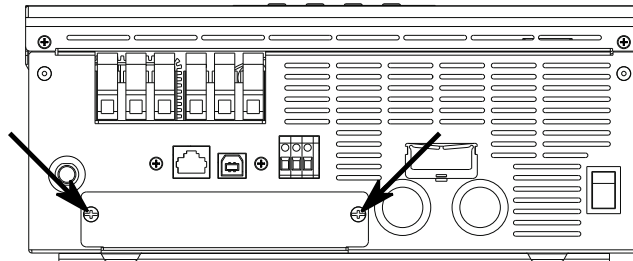

Abbildung 9: Lösen der parallelen Schrauben der Platine
1. Bevor der Bausatz montiert werden kann, müssen die beiden in *Abb. 9* gezeigten Schrauben gelöst werden. Achten Sie darauf, die Schrauben festzuhalten.
- Schieben Sie die parallele Platine wieder in den Wechselrichter an der Stelle, an der die Dummy-Platine zuvor installiert wurde. Schrauben Sie es mit den in *Abb. 9* entfernten Schrauben fest.